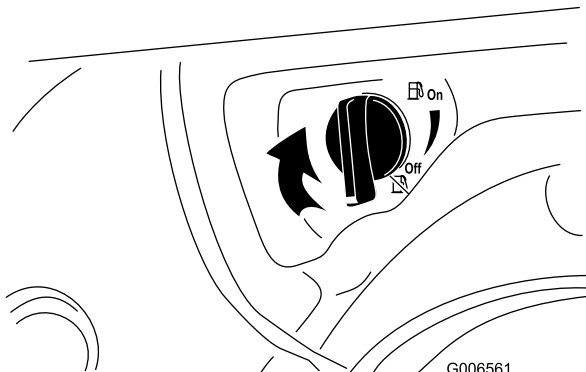

Bild 34
4. Schließen Sie den Kraftstoffhahn durch Drehen nach rechts (Bild 34).